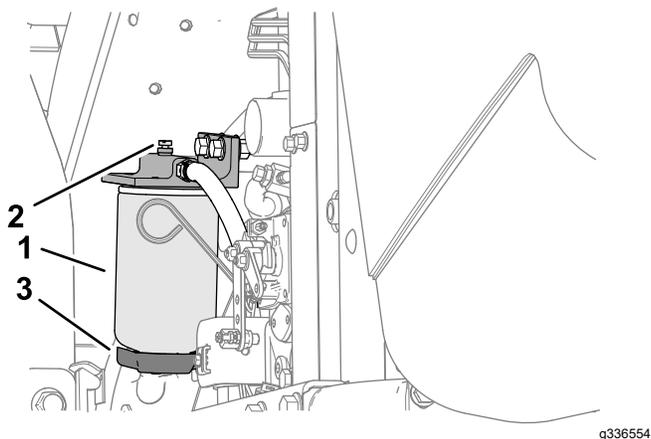

図 73
3. フィルタ容器(図 73)の周辺をウェスできれいにぬぐう。